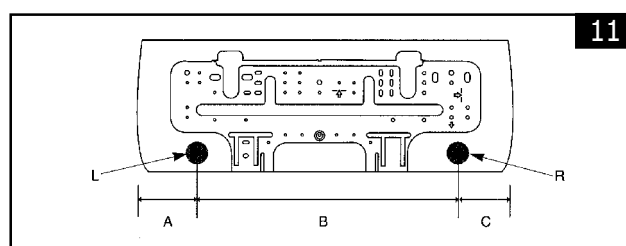

FIGURA 11
- Faça um furo de diâmetro 7,5 cm na parede na posição L ou R indicados na figura 11.